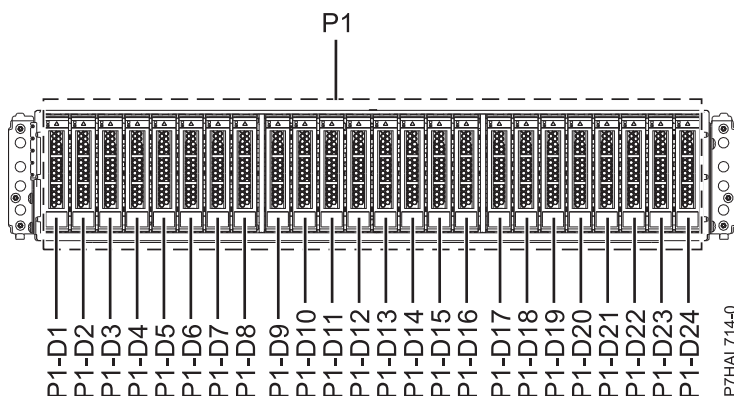
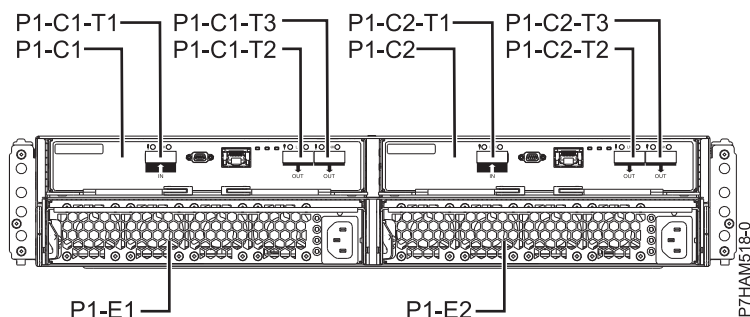

Figura 21. Vista anterior do 5887 suporte de unidades de disco mostrando a localização das unidades de disco
Figura 22. Vista posterior da 5887 suporte de unidades de disco
2. Identifique o componente e o suporte aos quais pretende prestar assistência. As ranhuras de unidades de disco e unidades de disco de segunda geração estão localizadas na parte anterior do suporte. Figura 21 e a Figura 22 na página 23 mostram a vista anterior e vista posterior do 5887 suporte de unidades de disco e as localizações da unidade de disco na 5887 suporte de unidades de disco.